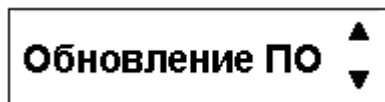

Рисунок 69 – Обновление программного обеспечения в ручном режиме
Если операция не произошла в автоматическом режиме, и в программе появилась ошибка: **Обновите ПО тахографа с помощью USB-Flash (Рисунок 69)**, необходимо произвести обновление программного обеспечения в ручном режиме через USB-накопитель.
- кликнуть по ссылке «ПО тахографа» (Рисунок 69).